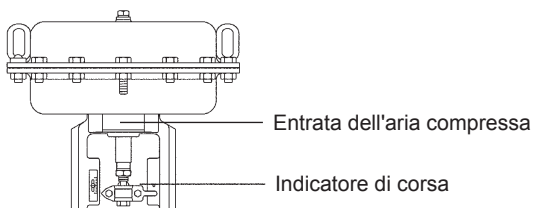

Fig. 7
2. Per le valvole di controllo ad attuazione pneumatica, rimuovere l'alimentazione pneumatica esistente e connettere all'attuatore un'alimentazione pneumatica indipendente (la cui pressione non deve eccedere i 6 bar g), permettendo in questo modo la completa apertura della valvola; rimuovere quindi l'alimentazione pneumatica dall'attuatore per lasciar chiudere la valvola, infine riconnettere l'alimentazione originaria (Fig. 7).